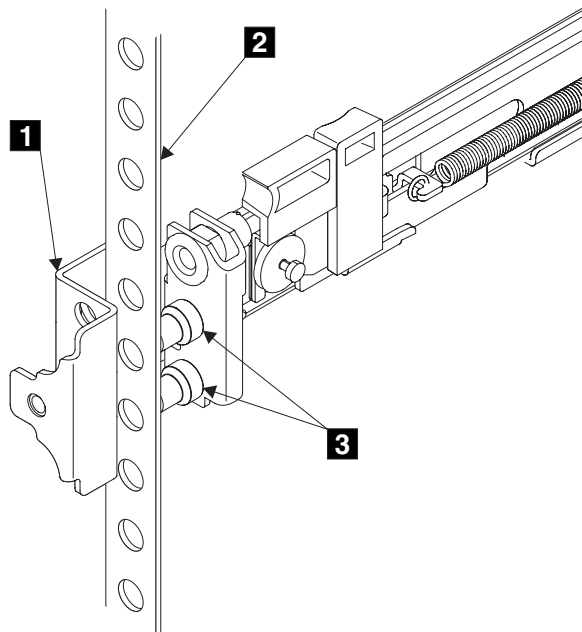

図 77. レールのフロントエンドの取り付け
6. 左レールの前面の端をラック・キャビネットにはめる。前面ブラケットの上端 **1** (389 ページの図 77) が、ラック上の必要な EIA マーキングに合うように調整します。